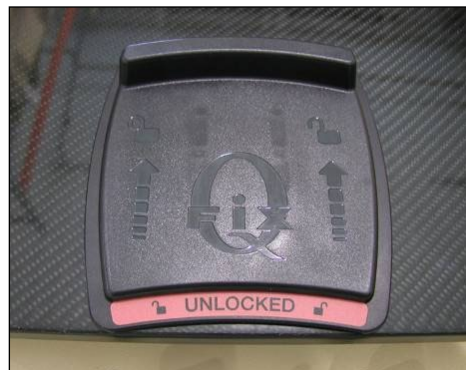

图 59
7. 若要取下, 拉/推手柄进行解锁, 并继续推离 CT 覆盖罩, 使其距碰锁 3–4 英寸, 以验证其是否正常运行 (图 59)。